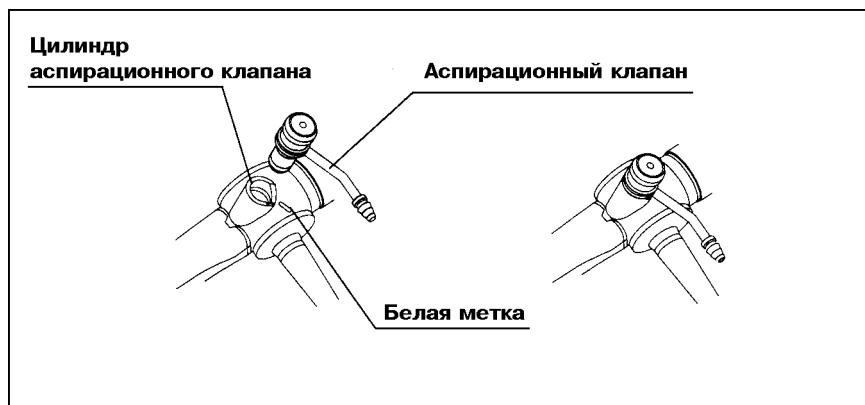

Рис. 3.6.
1. Вставьте аспирационный клапан в отверстие цилиндра аспирационного клапана на эндоскопе, совмещая ответвление главного корпуса клапана с белой меткой на эндоскопе (см. рис. 3.6).